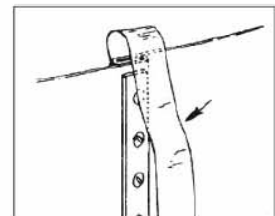

fig. 16
- h) Couvrez le joint et les têtes à boulon à l'intérieur de la paroi avec le ruban en PVC afin de protéger le liner de la friction avec ces objets étant ceux-ci la cause principale de dommages au liner (Fig. 16). Le ruban doit être collée (avec de la colle pour PVC) pour assurer que les bords affilés comme par exemple les boulons, restent complètement couverts.